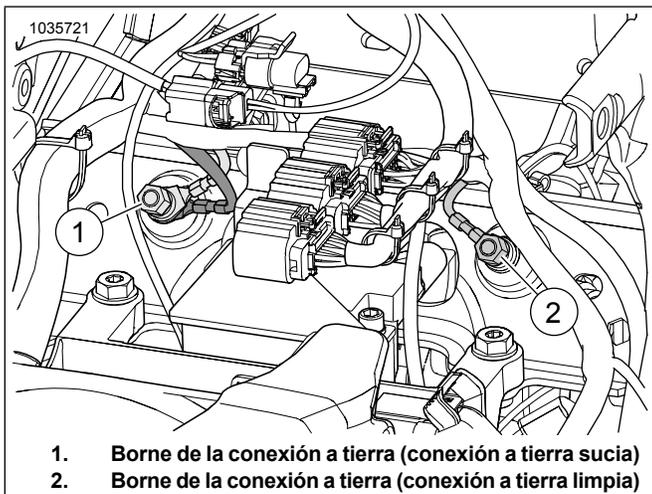

Figura 15. Ubicaciones del borne de la conexión a tierra de la caja de la batería
Ver Figura 15. Coloque y conecte el cable de la conexión a tierra del ATM al borne de la conexión a tierra **limpia** (2).